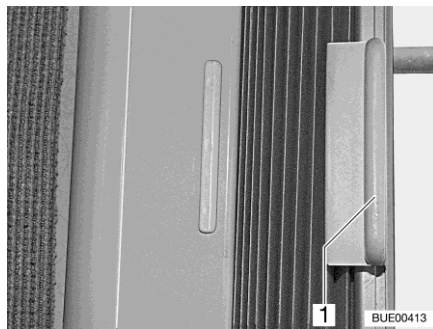

Bild 30 Faltverdunklung (Seitenfenster)
- Öffnen und schließen: ■ Faltverdunklung am Griff (Bild 30,1) halten und nach links oder rechts schieben.